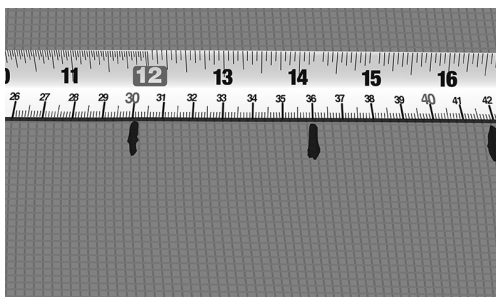

Fig. 3 Marker senteravstanden (CC) på veggen eller gulvet
3. Marker den beregnede senteravstanden (CC) på veggen, på armeringsnettet eller på annen måte (fig. 3).